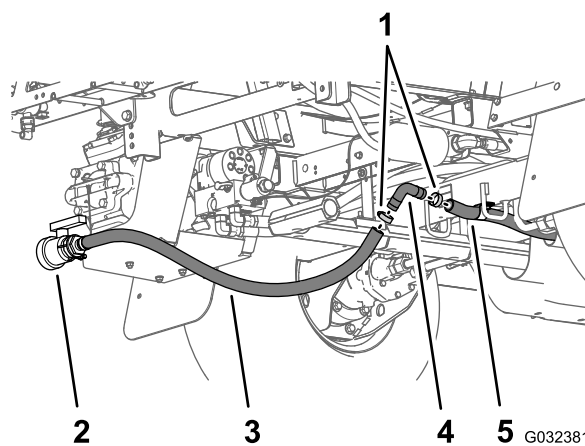

**Рисунок 45**
7. Снимите верхний и нижний перепускные шланги с машины (**Рисунок 45**).